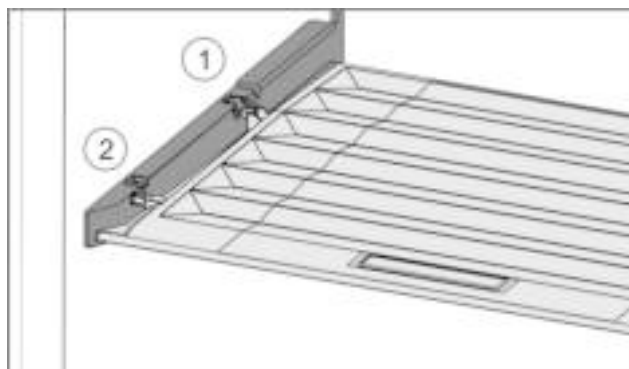

Fig. 34
- ▶ Dekselranden via de opening van de achterste houder Fig. 34 (1) aanbrengen en van voren in de houder Fig. 34 (2) klikken.